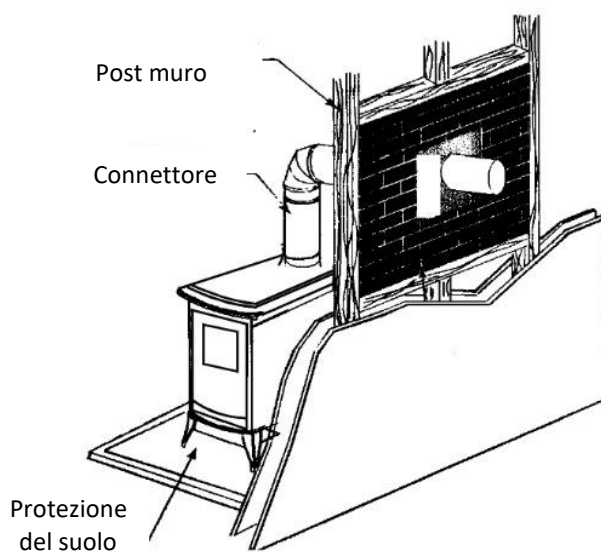

Fig. 5. – Esempio di uscita orizzontale la parete.
- Rimuovere il materiale combustibile in modo che non tocchi il connettore o l'uscita fumi, la distanza necessaria sarà 300 mm. Tutto il materiale che viene installato vicino al connettore o alla canna fumaria deve essere materiale non combustibile. (Fig. 5).